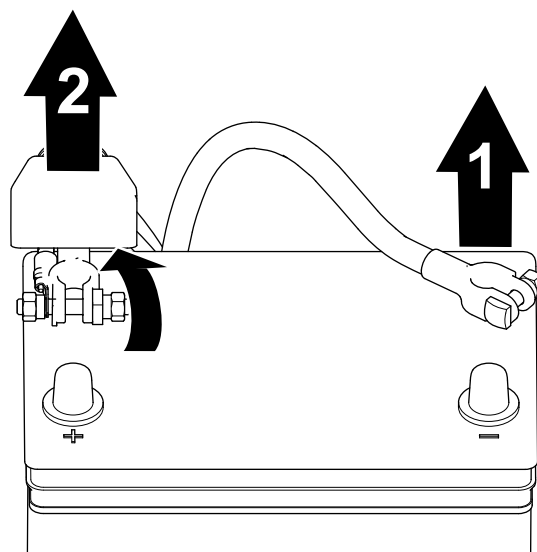

Figure 39
1. Débranchez le câble négatif de la borne de la batterie (Figure 39).
2. Soulevez le capuchon isolant et débranchez le câble positif de la borne de la batterie (Figure 39).